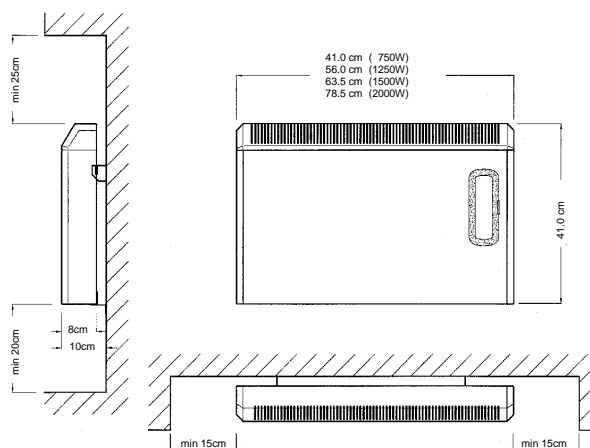

Fig. 2
- Posicionar y fijar el soporte superior a la correcta distancia del suelo (ver Fig. 2) y colgar el aparato de los ganchos del soporte superior. Marcar los puntos de fijación en la pared utilizando un lápiz. Usar el convector como plantilla marcando en la pared a través de los dos agujeros en las escuadras separadoras. Fijar el convector a la pared.